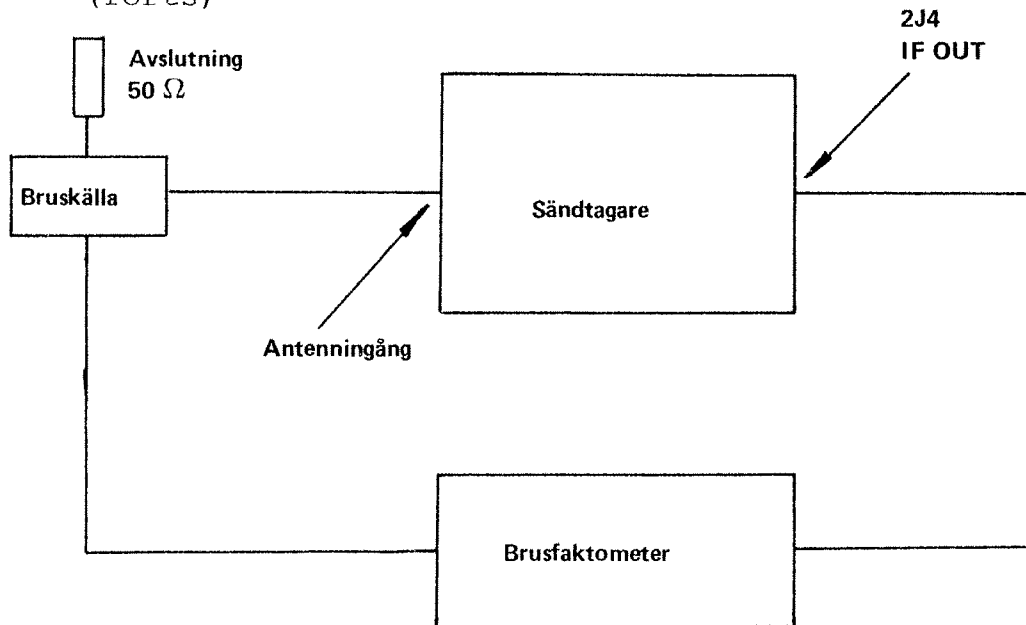

Bild 1
- 4.3.3 Koppla upp för brusfaktormätning enligt bild 1. Anslut bruskillans ena utgång till antenningången med hjälp av en kort kabel (20-30 cm). Avsluta bruskillans andra utgång med 50 ohm. Anslut brusfaktormetern till hylstaget 2J4 JF OUT på MF-förstärkaren/demodulatorn (2UD106A).